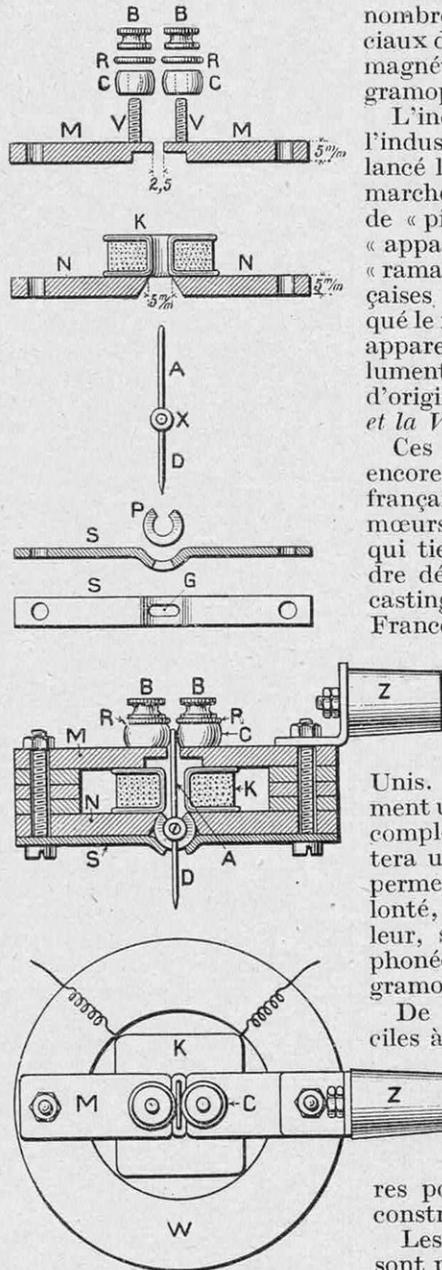

FIG. 1 ET 2. — DÉTAILS DE CONSTRUCTION DES DIVERSES PARTIES DU PICK-UP ET ASSEMBLAGE DES DIFFÉRENTS ÉLÉMENTS
FIG. 1. — GRAPHIQUES MONTRANT, POUR LA CONSTRUCTION FRANÇAISE (1) ET POUR LES CHÂSSIS IMPORTÉS EN FRANCE (2), LES PROPORTIONS RELATIVES DES SYSTÈMES DE DISTRIBUTION : A SOUPAPES LATÉRALES « L », A SOUPAPES COMMANDÉES PAR CULBUTEURS « C », A SOUPAPES ET ARBRE A CAMES PLACÉS EN TÊTE DU BLOC DES CYLINDRES « T » ET SANS SOUPAPES « S.S »
(1) On dénomme « turbulence » un phénomène de remous favorable à l'homogénéisation du mélange, obtenu grâce à la communication par un canal étroit prévu entre la chambre d'explosion et le cylindre.
figures 1 et 2 montrent, en détail, les diverses pièces constituant l'appareil et leur assemblage.
Ces pièces, façonnées à la lime suivant le profil du dessin (fig. 1), portent deux tiges filetées *VV*, destinées à recevoir deux anneaux de caoutchouc *CC*, taillés dans un tube; ceux-ci seront maintenus en place et serrés par les rondelles de métal *RR* et les écrous *BB*. Le but de ce dispositif est de limiter la course latérale du bras porte-aiguille *A* et de permettre d'amortir plus ou moins ses oscillations suivant le degré de serrage de ce bras entre les petits bourrelets de caoutchouc. C'est de ce réglage facile que dépend la pureté de la reproduction.